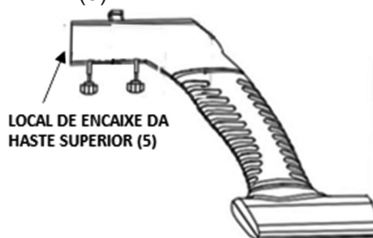

Figura 3: Local a ser conectada a haste superior (5).
- A) Pegue o suporte para manuseio (2) (já conectado com o apoio para braço (1)), e identifique o trinco a ser conectado no buraco localizado na parte inferior da caixa de controle (3). No local há a indicação de sentido de encaixe a ser seguido, denominado como IN, por uma seta;
- B) Insira os parafusos de fixação (4) na parte inferior do suporte para manuseio (2), conforme a figura 3 abaixo: